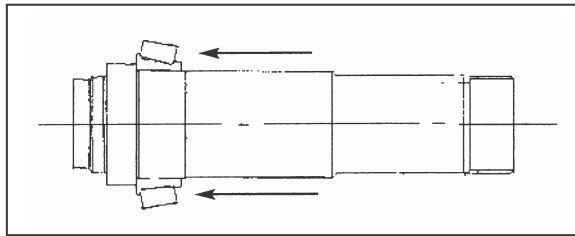

Figure 22 : Montage bague intérieure
a) UTILISER DES GANTS. Ne chauffer que les bagues internes des roulements (5) et les installer sur les arbres (24 et 25) en vérifiant qu'ils soient bien en butée sur les épaulements et dans le bon sens (voir figure 22).